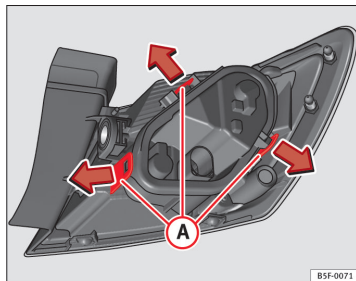

Fig. 145 Languettes de fixation au dos du feu arrière
- Déposez le support d'ampoules ⇒ fig. 145 en déverrouillant les languettes de fixation (A).